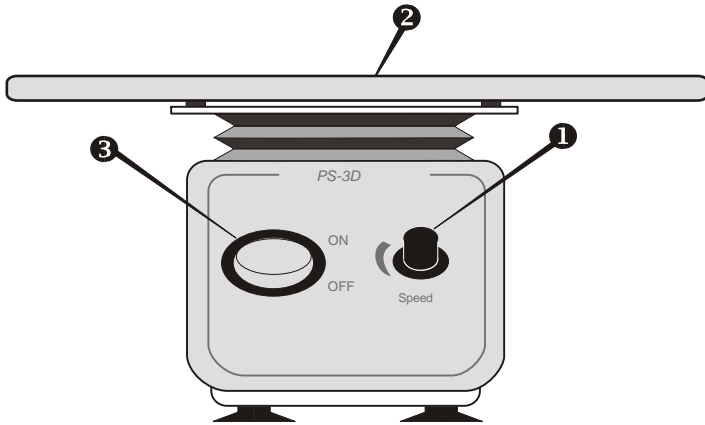

Fig.1. Panneau de configuration
- 4.2. Utilisez le bouton de contrôle de vitesse (Fig.1/1) pour régler la vitesse d'agitation souhaitée.
- 4.3. Placez les échantillons sur la plate-forme de l'appareil (Fig.1/2).
- 4.4. Mettez **sous tension** en appuyant sur l'interrupteur (**Power**) (Fig.1/3).